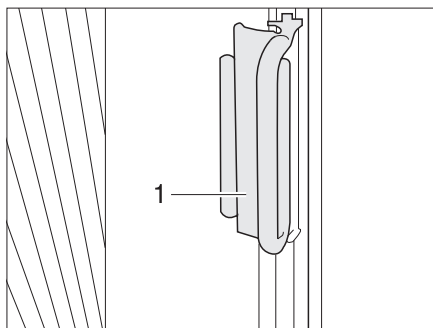

Fig. 86 Estor plegable de la ventana del conductor y la ventana del acompañante
- Sujetar cada vez el tirador (Fig. 86,1) de los estores plegables y tirarlos cuidadosamente hacia delante, hasta que el cierre magnético mantenga cerrado el estor plegable.
- Empujar el tirador (Fig. 86,2) a la pieza sobrepuesta. El estor plegable está asegurado.